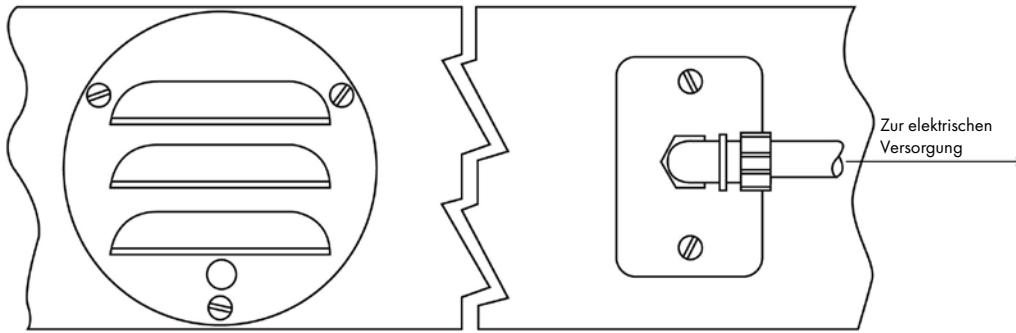

Abb. 3
6. Mit der Erdungsschraube (in der Ventilbaugruppe) in der unteren Position, den Lamellendeckel mit den Öffnungen nach unten über die Ventilbaugruppe legen und die Schraubenlöcher in der Lamellenöffnung, der Ventilbaugruppe und der Dichtung ausrichten. Die Teile gegeneinander ausgerichtet halten und die Ventileinheit in die Hülse einführen (Abbildung 3).
7. Durch die drei (3) Löcher stechen und 1/8" Loch für Blechschrauben Nr. 8 bohren. Die drei (3) Schrauben eindrehen. Damit ist die Montage im Inneren abgeschlossen.
8. An der Außenseite (warme Seite) des Kühlgerätes den Lamellendeckel, den Schirm, den Flansch und die Dichtung auf die gleiche Weise wie die Innenteile zusammensetzen und mit drei (3) Schrauben befestigen.